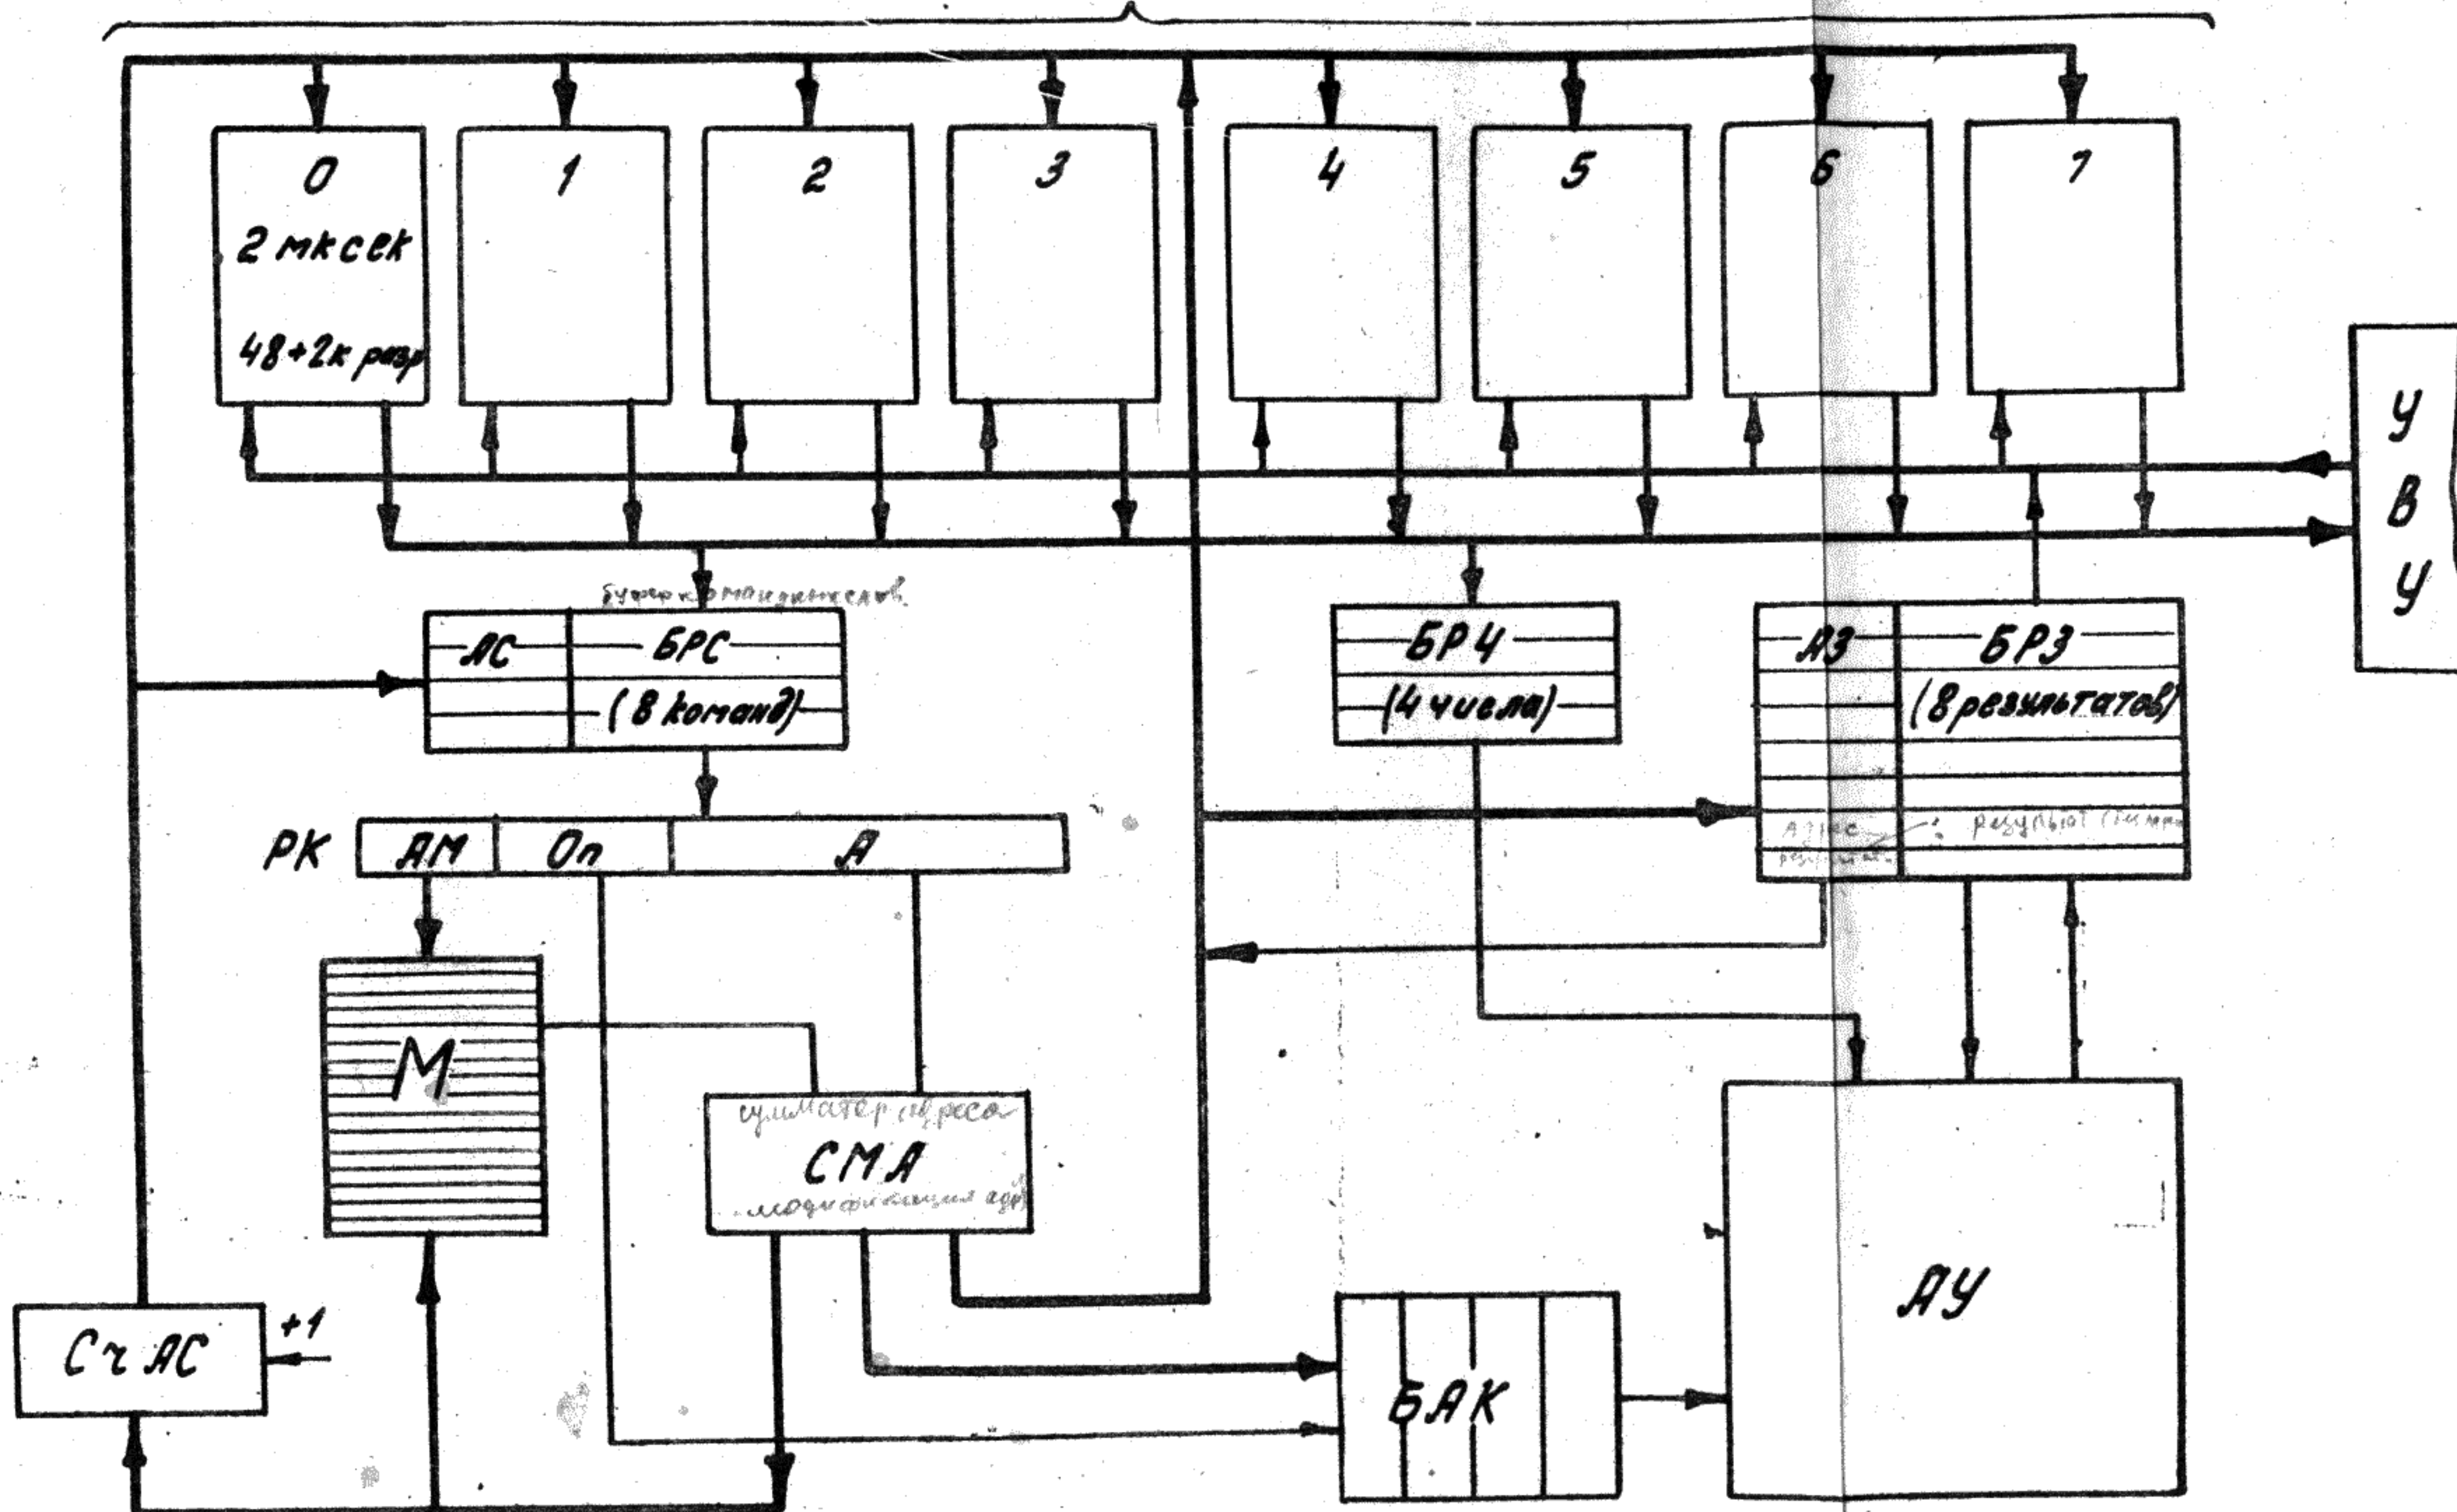

Рис. 5.1 Блок-схема центральной части машины БЭСМ-6.
5.1. Блок-схема центральной части машины (ЦМ) представлена на рис. 5.1. На блок-схеме указаны основные устройства и узлы центральной части машины БЭСМ-6. Некоторые уровни, обеспечивающие связь между отдельными узлами и устройствами, опущены, чтобы не усложнять блок-схему. Поэтому изображенные на схеме связи, дающие первоначальное представление о поступлении командной, числовой и адресной информации, являются условными.